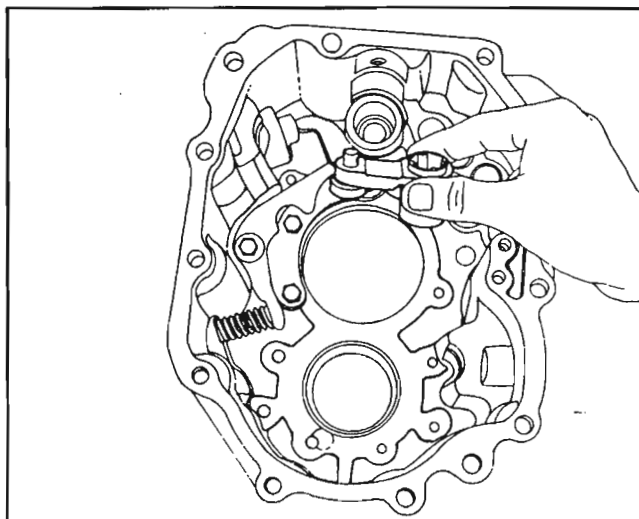

Fig. 44
Quite la palanca selectora (108) junto con el rodillo (107) de la carcasa. *Fig. 44*